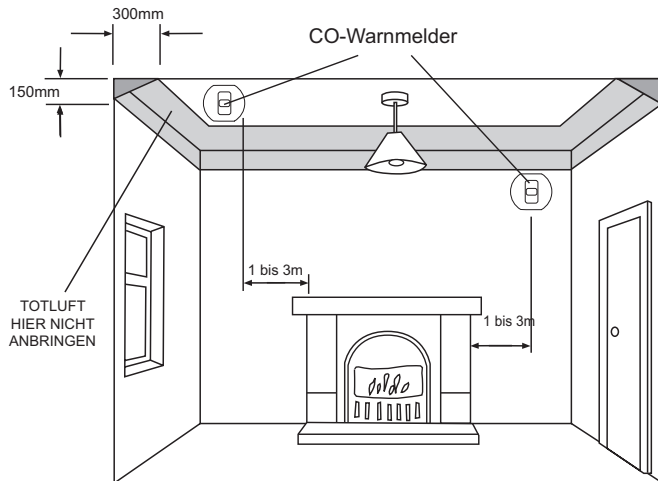

Abbildung 1
3.3 Bei Montage des CO-Warmmelders in einem Raum mit einer Brennstätte (siehe Abb. 1)